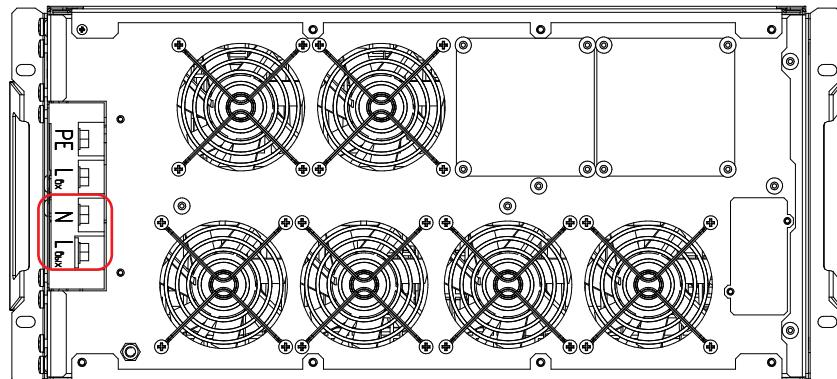

Рисунок 30. Стабилизаторы Штиль IS12000RT и IS15000RT. Выводы «N-Lвых»
- у моделей IS12000RT, IS15000RT и IS20000RT к выводам «N-Лвых» (**рисунок 30**).